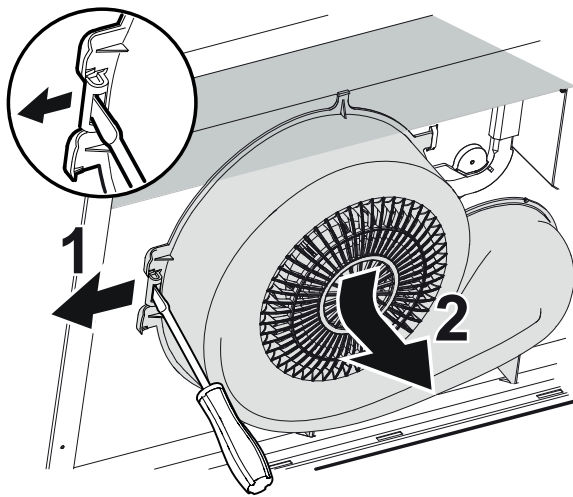

Fig.4
Lossa fläkthuset genom att böja ut snäppet i pilens riktning (1) och trycka fläkthuset från dig och nedåt (2), Fig.4.